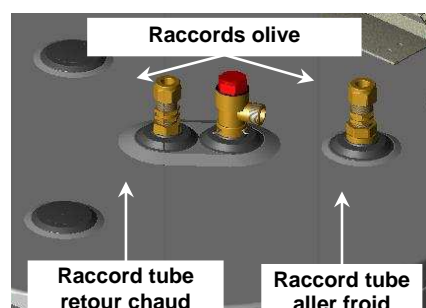

Figure 1.6
- La tuyauterie **d'aller (tube froid)** sera reliée entre le raccord olive décentré situé en haut de l'unité et marqué du label "**cold**" (cf. figure 1.6, ci-dessous) et le **point bas à gauche des capteurs** (à l'opposé du bouchon des capteurs). Si l'unité est placée au grenier, ce raccord doit toujours se trouver à 50cm minimum en dessous du point le plus bas des capteurs.
- La tuyauterie de **retour (tube chaud)** sera reliée entre le raccord olive situé en haut au centre de l'unité et marqué du label "**hot**" (cf. figure 1.6, ci dessous) et le **point haut à droite des capteurs** (à l'opposé du doigt de gant de la sonde de température).
Elle est située sur le dessus du ballon, à côté du raccord aller chaud du circuit primaire (se référer à la figure 1.6 ci dessus)
Dans les cas où la hauteur géométrique est supérieure à 9 m (voir le paragraphe "Hauteur géométrique maximale" page 16), il faudra installer une pompe de relèvement de type SALMSON HXL63-15P RU15/21 sur la canalisation "aller froid" (voir figure 1.6 ci-dessus) à moins de 1m du haut ballon avec l'entrée et la sortie à la verticale. La flèche indiquant le sens de circulation doit être orientée vers le haut en direction des capteurs solaires.